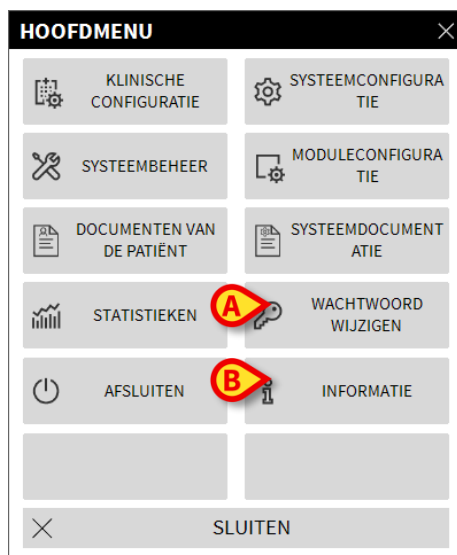
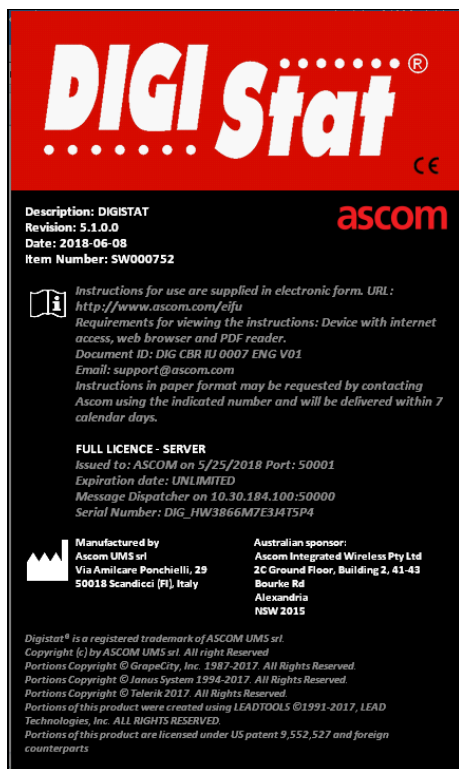

Fig 36
Fig 38
De toets **VRAGENHULP** (Fig 35) opent een instrument waarmee vragen (queries) kunnen worden aangemaakt, opgeslagen en opnieuw gebruikt in de DIGISTAT® database (Fig 36) .
Door op toets **WACHTWOORD WIJZIGEN** van het DIGISTAT® hoofdmenu (Fig 36 **A**) te drukken, wordt een venster weergegeven waarmee het wachtwoord van de huidige ingelogde gebruiker kan worden gewijzigd.
- Klik op toets **WACHTWOORD WIJZIGEN** (Fig 36 A).
De toets **INFORMATIE** van het DIGISTAT® hoofdmenu (Fig 36 **B**) geeft een venster weer met informatie over de geïnstalleerde versie van DIGISTAT® en over de bijbehorende licenties (Fig 38).